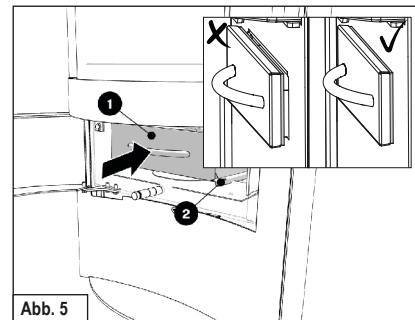

Abb. 5
- ▶ Legen Sie den Deckel (2) wieder zurück (Abb. 5).
- ✓ Schieben Sie den Aschebehälter (1) wieder in die Öffnung, so dass dieser bündig mit der Dichtung anliegt (Abb. 5).